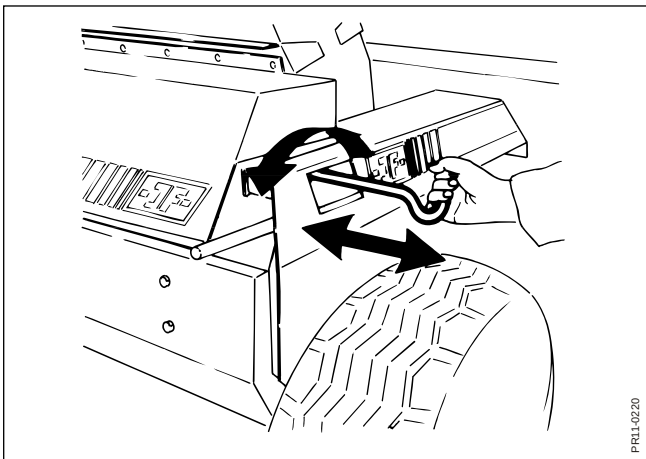

Fig. 4-11
Apretamiento de la piedra se realiza girando la misma palanca que se utiliza para avance y vuelta de la piedra. Mire las páginas 38 y 39, la fig. 4-11.
- Fig. 4-11** 6. Agarre la palanca prudentemente dando avance hasta que la piedra toque la cuchilla. Arrastre por toda la cuchilla y al revés. Hay que repetir el avance y el movimiento por el ancho del rotor.